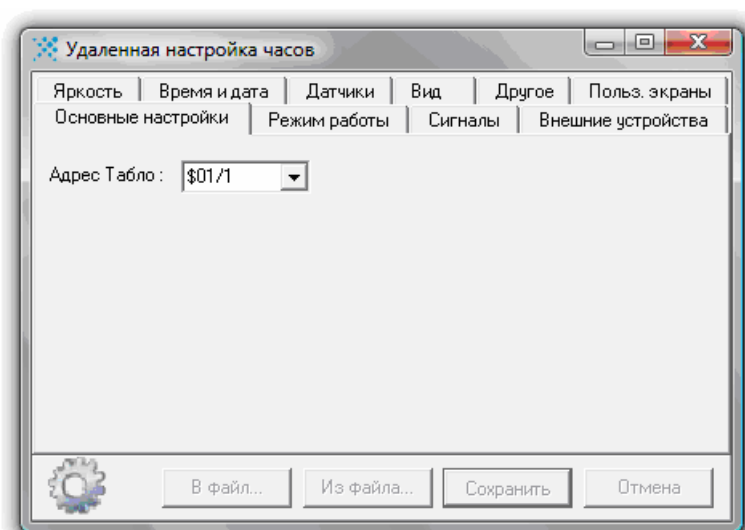

Рисунок 3 – Удаленная настройка часов.
**Основные настройки** параметров электронных часов осуществляются в меню «Устройство – Удаленные настройки». Открывается окно удаленных настроек (рисунок 3).
**Основные настройки** – в данной вкладке осуществляется установка адреса электронных часов (рисунок 3).